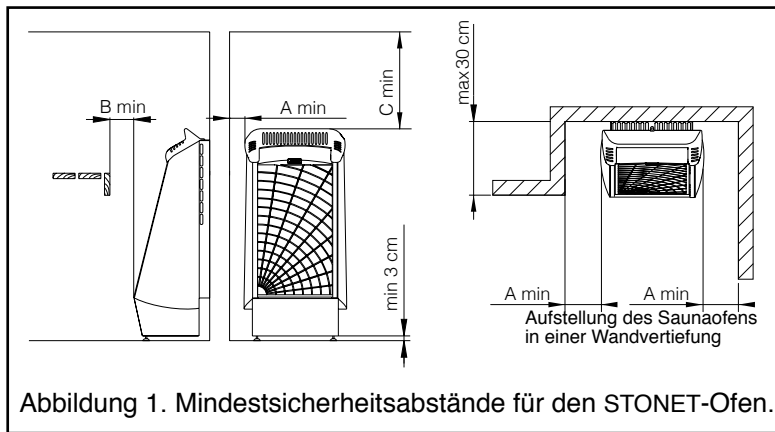

Abbildung 1. Mindestsicherheitsabstände für den STONET-Ofen.
\*\*\*) Siehe Abb. 1    \*) Anschlusskabel: Gummikabel H07RN-F oder Vergleichbares
- Der Ofen kann auch in einer Wandaussparung aufgestellt werden, siehe Abbildung 1.